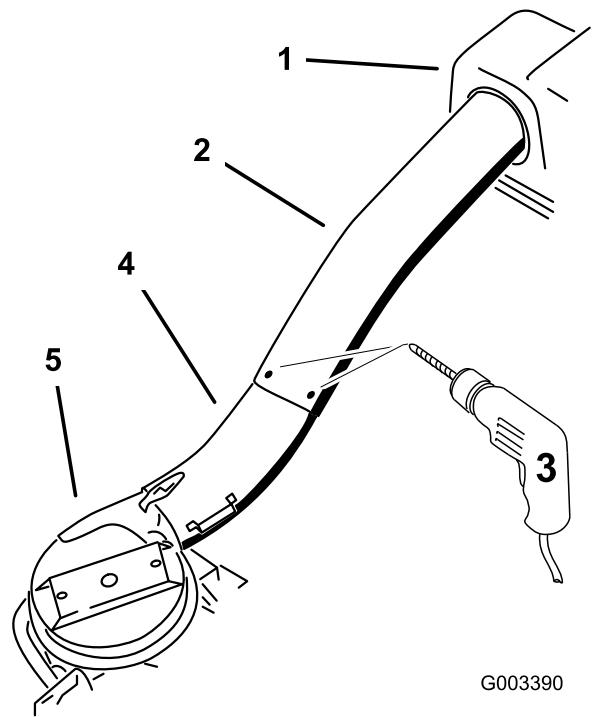

Figura 30
12. Usando los tres taladros o muescas del tubo superior como guía, perfore tres taladros (7/32" de diámetro) en el punto de unión de los tubos superior e inferior (Figura 30).